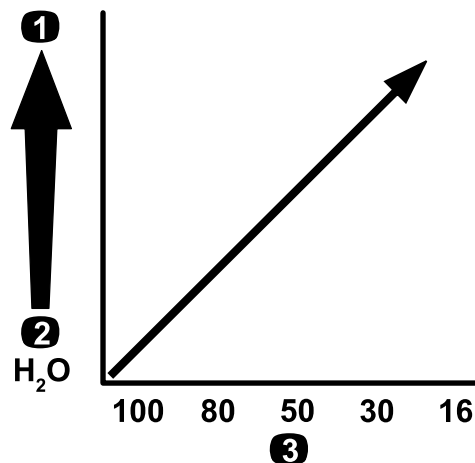

Рисунок 78
**Внимание:** При распылении химикатов с более высокой вязкостью (более плотных) или растворов со смачивающимися порошками может потребоваться применение более грубого сетчатого фильтра для приобретаемого отдельно фильтра нагнетания; см. Рисунок 78.